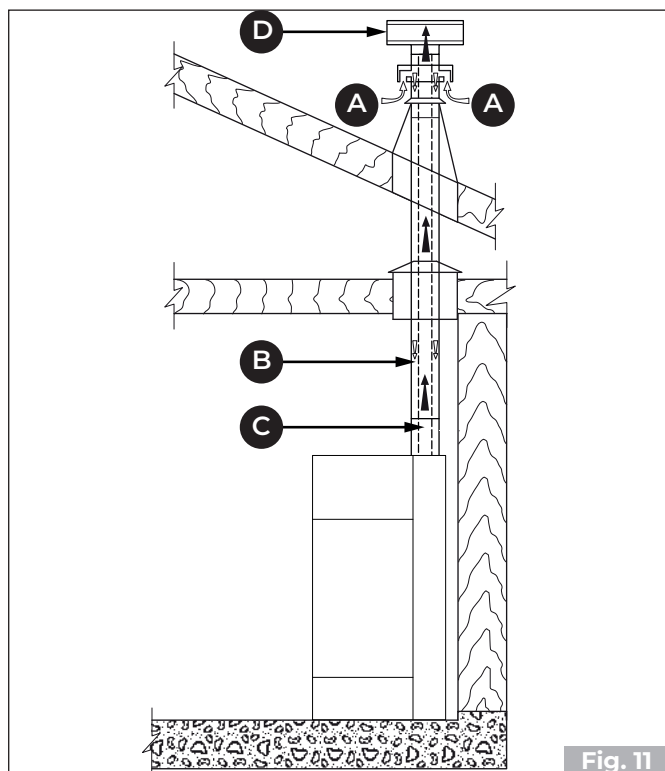

Fig. 11
- može doći direktno izvana s izravnom vezom na komoru za izgaranje (**Fig. 11 – Fig. 12**).
- za usmjeravanje zraka za izgaranje putem koaksijalne cijevi za izbacivanje dimnih plinova i izvlačenje zraka (**Fig. 11 – Fig. 13 – A, B = ulaz zraka, C, D = izlaz dimnih plinova**); u ovom slučaju nije potrebno napraviti klasični usis zraka u prostoriji.